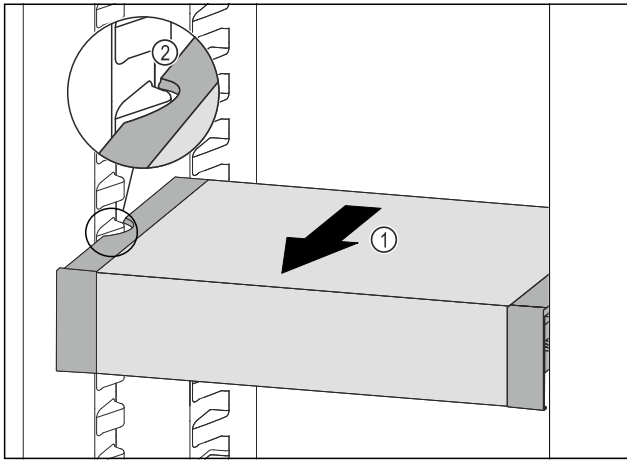

Fig. 99
- VarioSafe nach vorne ziehen Fig. 99 (1), bis sich die seitlichen Aussparungen des VarioSafes auf Höhe der Behälterrippe im Kühlteil befinden. Fig. 99 (2)